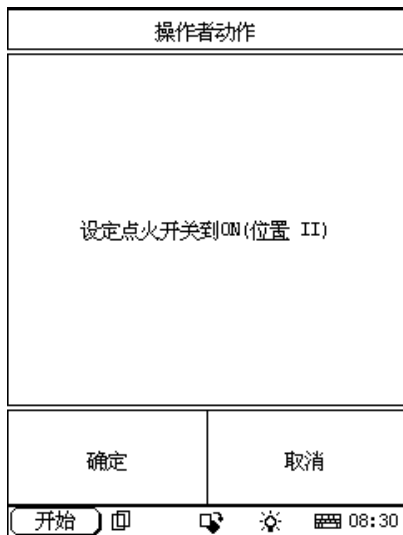

图 8.
- 3: 按照 X431 提示“点火开关置 ON”。(见图 8)
- 6: 按照 X431 提示“点火开关置 ON”。(见图 8)